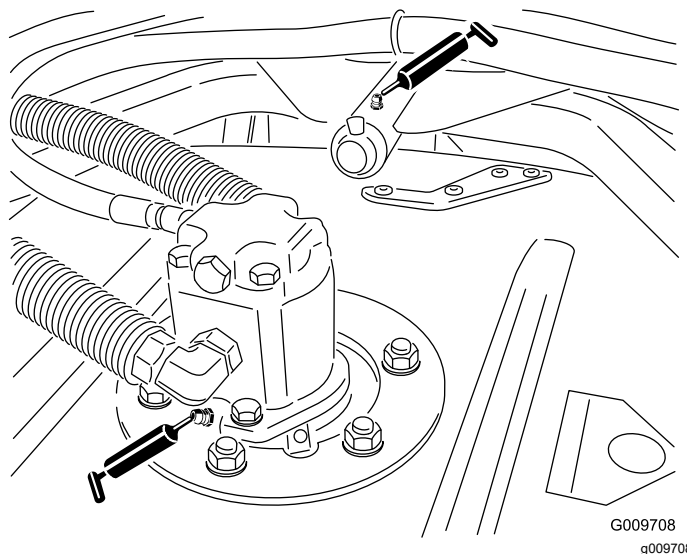

图 45
- 滚刀组铰轴轴承每个滚刀组2个如图45所示
- 滚刀组承载臂轴套每个滚刀组1个如图45所示